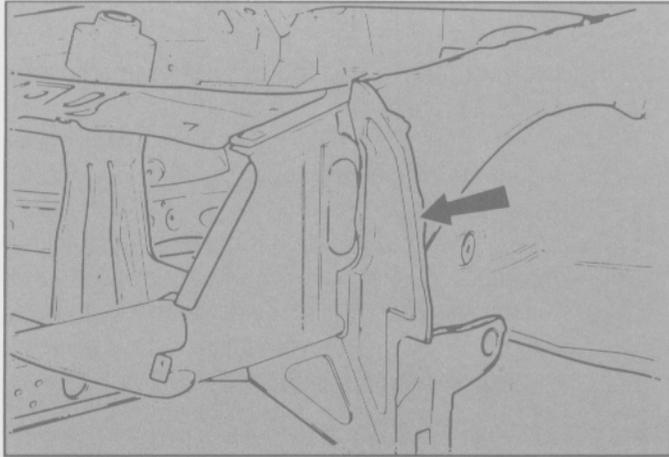

Fig. 93
- Retirar el compuesto sellador del protector de salpicaduras del guardabarro (Fig. 93).